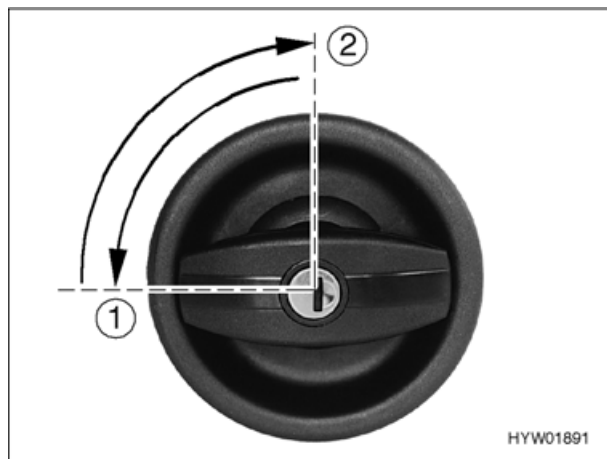

Fig. 11 Serratura della porta di ingresso, lato esterno, chiusura
- Inserire la chiave nel cilindro della serratura e girare in senso antiorario di un quarto di giro (Fig. 11,1).
- Riportare la chiave in posizione centrale (Fig. 11,2) ed estrarla.